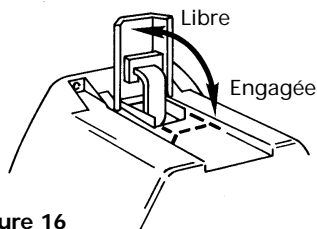

Figure 16
Positionnez la poignée d'embrayage en position "Libre" de la manière indiquée à la Figure 16. S'il y a une charge sur le câble, il est possible qu'il soit difficile de déplacer la poignée d'embrayage. **NE FORCEZ PAS LA POIGNÉE D'EMBRAYAGE.** Relâchez la tension de l'embrayage en faisant jouer un peu de câble. Relâchez l'embrayage, déroulez du câble en le tirant et attachez-le à l'ancre ou à la charge. Vérifiez qu'il reste un minimum de cinq (5) tours de câble sur le tambour. Engagez à nouveau le tambour en remettant la poignée d'embrayage en position "Engagée" (Voir Fig. 16).